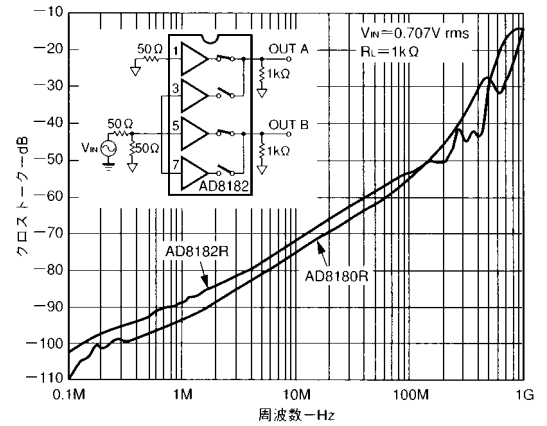

図13．全不良クロストークと周波数
- ドライブしない入力を選択。(すなわち、SELECTが論理1であれば、アクティブになる入力はIN1); 他のすべての入力に $V_{IN} = 0.707 V_{rms}$ を入力して出力をモニター。 $f = 5$ と30 MHz。 $R_L = 1k$ (図13参照)